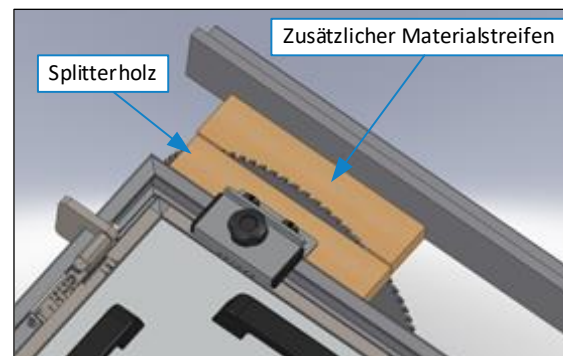

Abbildung 6: DSG-A justieren (3)
6. Den Anschlag mit dem Splitterholz vorsichtig bis an das Sägeblatt schieben (siehe ⇒ Abbildung 6).